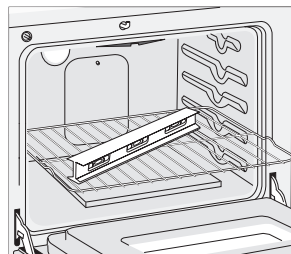

Figura 6
2. Ponga un nivel sobre la parrilla (Figura 6). Tome dos lecturas con el nivel puesto diagonalmente en una dirección y después en la otra. Nivele la estufa, si es necesario, ajustando las 4 patas niveladoras con una llave de tuercas (Figura 12).